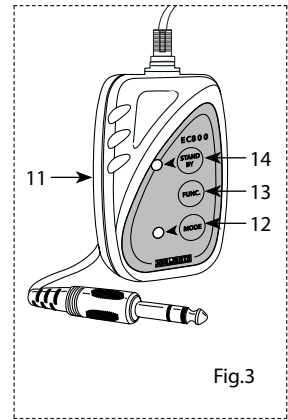

Fig.3
11. TELECOMANDO EC800 (opzionale) (fig.3).